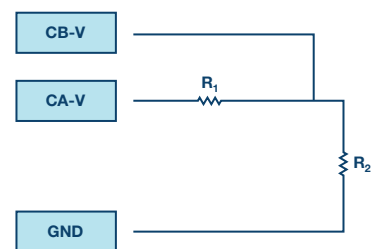

図5. レールtoレールの回路
- ▶ 470Ωの抵抗を2個使って、ソルダレス・ブレッドボード上に図5に示す回路を構成します。